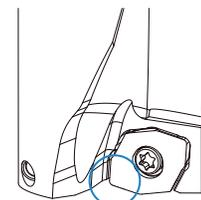

Fig. 7 Casse plaquette près du centre du foret
a) Il ne reste aucun téton/téton de diamètre excessivement petit C'est le cas lorsque la plaquette intérieure est positionnée au-dessus de la hauteur du centre. Dans ce cas, procéder à un ajustement afin d'éviter la casse probable de la plaquette au centre du foret. (Fig. 7)